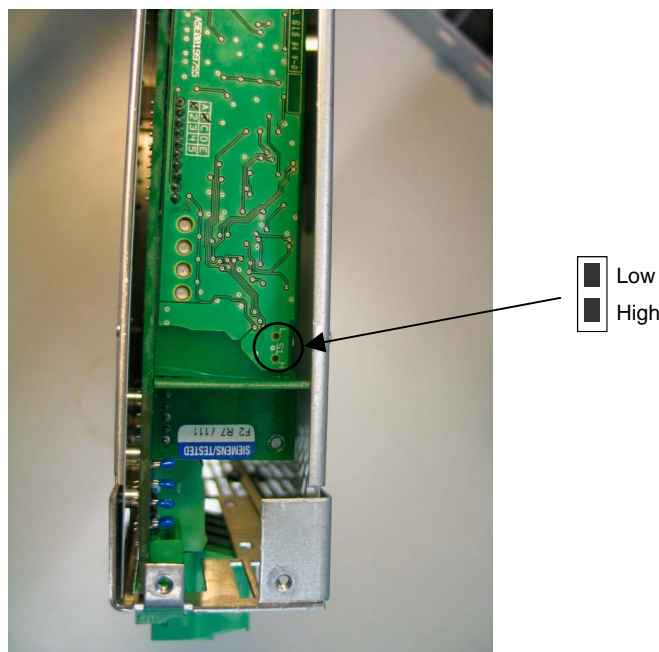

Fig. 6-2 Commutateur S1 pour seuil d'entrée en action Unités de freinage 5 à 50 kW
- ◆ Actionner le commutateur S1 avec un outil approprié, par ex. un petit tournevis (Fig. 6-2)